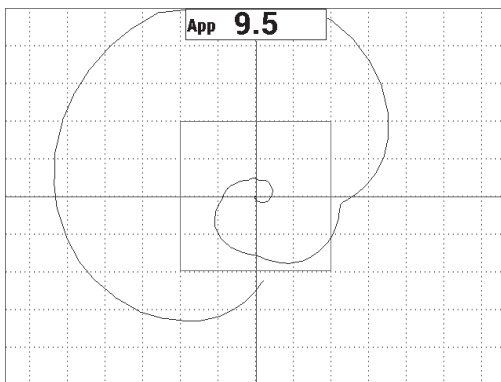

图 6-20 扫查的全屏显示
5. 按**全屏**下一组键（），显示全屏，然后再次在缺陷上进行扫查（参见第 134 页的图 6-20）。